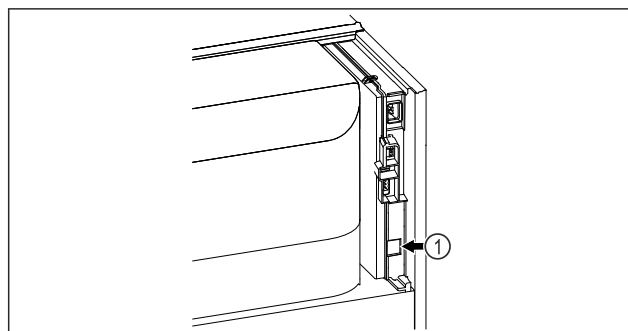

Fig. 134
- Se utiliza SmartModule Fig. 134 (1).